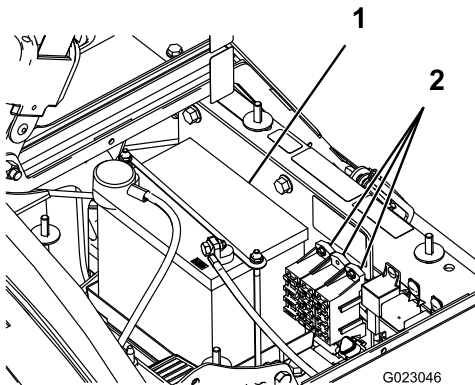

Bild 48
Die Elektroanlage hat zwei Sicherungskästen und einen leeren Schlitz. Sie befinden sich unter dem Sitz (Bild 48).
2. Die Batterie befindet sich an der rechten Seite der Maschine hinter der Pumpe (Bild 48).
5. Nehmen Sie den Batteriehalter und die -befestigungen ab (Bild 48).
2. Setzen Sie den Batteriehalter auf und befestigen Sie sie mit den drei vorher entfernten Befestigungen (Bild 48).
4. Setzen Sie die Batterieabdeckung auf und befestigen Sie sie mit den zwei Handrädern (Bild 48).
1. Lösen Sie die Handräder an beiden Seiten des Batteriekastens und nehmen Sie die Batterieabdeckung ab (Bild 48).